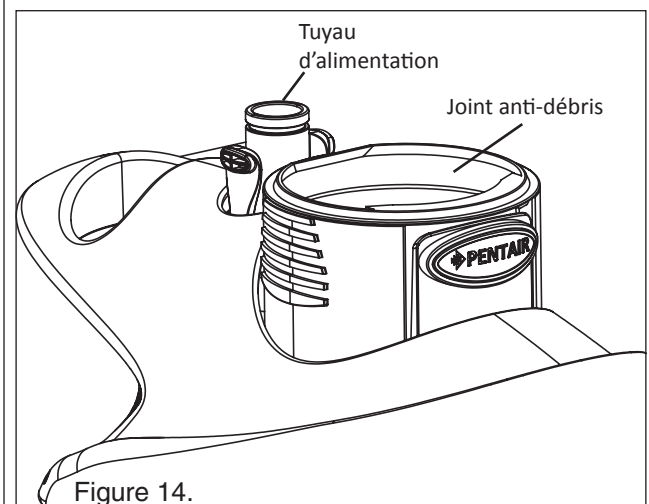

Figure 14.
- Assurez-vous que le joint anti-débris est fixé. **Voir la Fig. 14.**
5. Assurez-vous que la valve à débris est sur le tube d'aspiration. **Voir Fig. 14.**